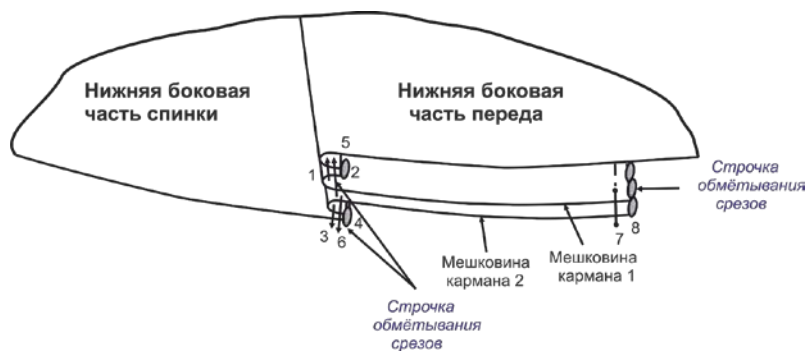

Рис. 2
6. Настрочите припуски швов притачивания мешковины на мешковину. (Рис. 2, строчки 5 и 6).